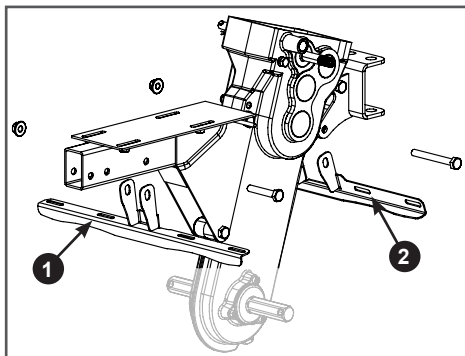

Рис. 8. Установка кронштейнов защитных крыльев
6. Установите на раму мотоблока кронштейны защитных крыльев: передний 1 и задний 2 с помощью болтов и гаек из комплекта крепежа (Рис. 8).